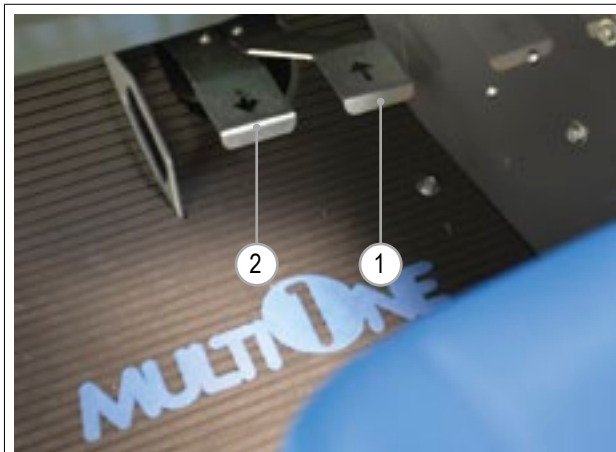

РИС. 25
- 4) Нажмите педаль желаемого направления движения «Вперед» (РИС. 25 – Сс. 1) или «Реверс» (РИС. 25 – Сс. 2).
НЕ ПЕРЕДВИГАЙТЕСЬ НА ПОВЕРХНОСТЯХ С НАКЛОНОМ БОЛЕЕ 15° (СМ. РИС. 25).